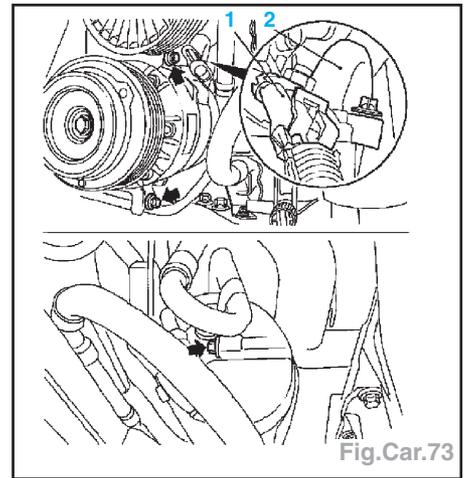

Fig.Car.73
- Déposer le compresseur par le bas (Fig.Car.73).